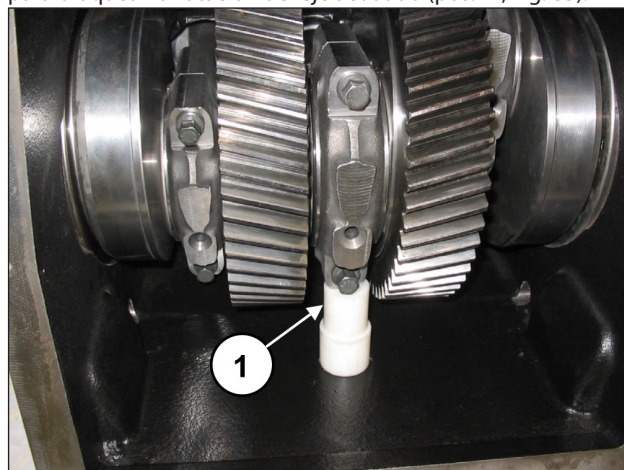

Fig. 85
Introducir un espesor debajo del cilindro de la biela central para bloquear la rotación del eje acodado (pos. ①, Fig. 85).